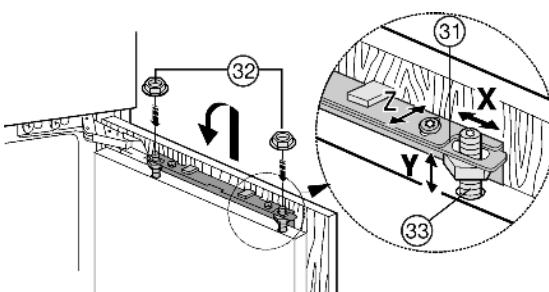

Fig. 22
- Навесьте мебельную дверцу на регулировочные болты Fig. 22 (33) и контргайки Fig. 22 (32) накрутите на регулировочные болты, не затягивая.
- Выравнивание мебельной дверцы по высоте и боковому наклону: с помощью отвертки установите положение регулировочными болтами Fig. 22 (33).
- Затяните контргайки Fig. 22 (32).